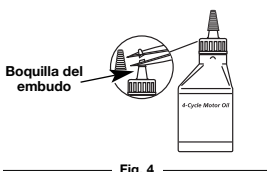

Fig. 4
Su unidad trae una botella de aceite SAE 30 SF, SG, SH de 90 ml (3.04 onzas fluidas) (Fig. 4).
1. Desenrosque la tapa de la botella de aceite y retire el sello de papel que cubre la apertura. Vuelva a colocar la tapa. Corte la punta de la boquilla del embudo (Fig. 4).